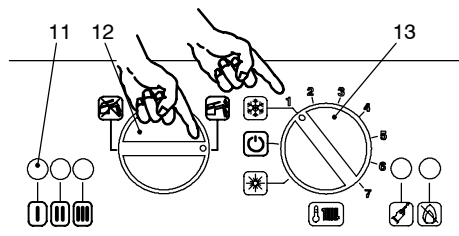

fig. 2.2
- 2 Alimentate elettricamente la caldaia azionando l'interruttore bipolare previsto nella installazione; la lampada di segnalazione 11 in fig. 2.2 fa un breve lampeggio circa ogni 4 secondi.
- 3 Ruotate il selettore 13 e la manopola 12 come in fig. 2.2; la lampada di segnalazione 11 lampeggia ad intermittenza circa ogni secondo.